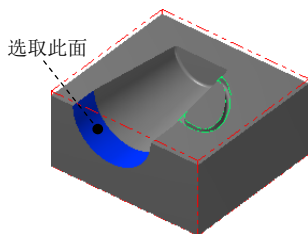
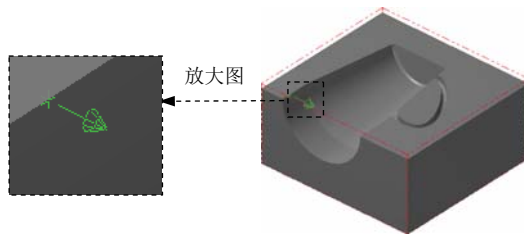

图 21.29 定义附着面
图 21.30 定义边界位置
(1) 选择命令。选择下拉菜单 **绘图(C)** **曲面曲线(V)** **单一边界(O)...** 命令。
(2) 定义附着曲面和边界位置。在图形区中选取图 21.29 所示的面为附着曲面，此时在所选取的曲面上出现图 21.30 所示的箭头。移动鼠标，将箭头移动到图 21.30 所示的位置单击鼠标左键，此时系统自动生成创建的边界预览。单击 按钮完成指定边界的创建。